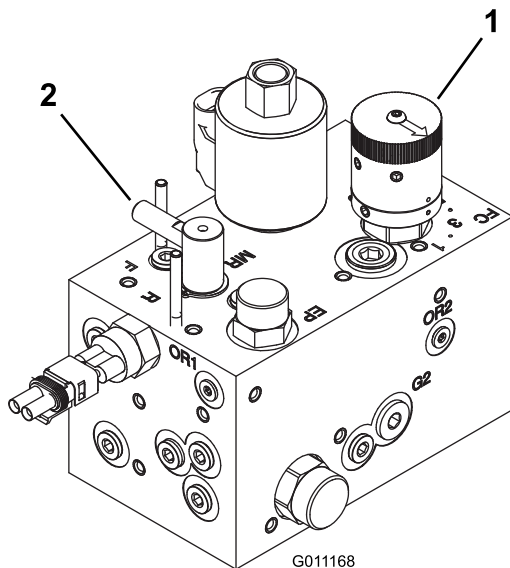

Bild 75
3. Drehen Sie das Läppen-Handrad auf Läppen (R). Drehen Sie dann das Handrad zur Spindeldrehzahl auf Position 1 (Bild 75).